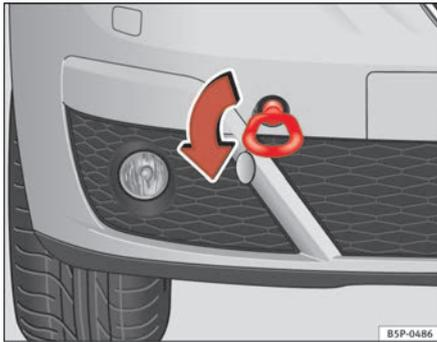
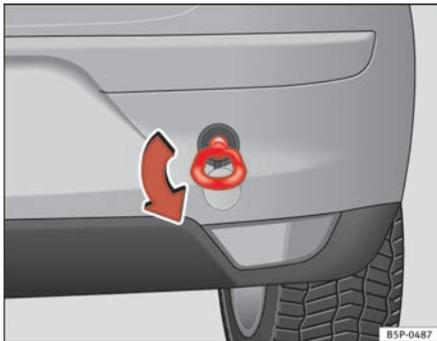

Fig. 198 Atornillado de la argolla de remolque en la parte delantera derecha del vehículo
Fig. 199 Atornillado de la argolla de remolque en la parte trasera del vehículo
- Atornille la argolla hasta el tope hacia la *izquierda*, en el sentido que indica la flecha, tanto en la parte delantera ⇒ fig. 198, como en la trasera ⇒ fig. 199. ■